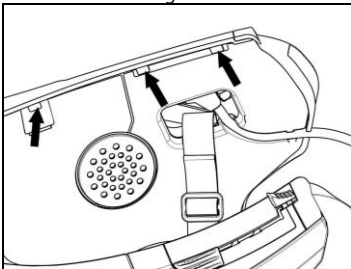

Fig. 14
- Repositionnez le revêtement en plastique de la joue, en le plaçant derrière les deux crochets de retenue (Fig. 14).